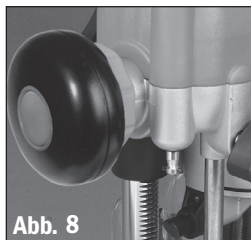

Abb. 8
1. Zur Tiefeneinstellung mit dem Handrad muss der Auswahlknopf für die Schneidetiefe gelöst und auf einer Ebene mit dem Handrad sein. Falls er gedrückt ist, drücken Sie ihn weiter nach innen, bis er wieder aufspringt und mit dem Handrad auf gleicher Höhe ist. Achten Sie darauf, dass die Tiefeneinstellung nicht arretiert ist (**Abb. 8**).